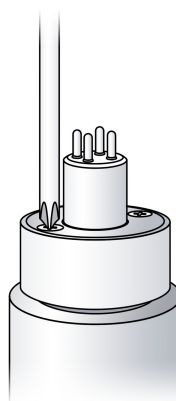

Fig. 2
- Raccordez le raccordement d'eau pure (Fig. 2)